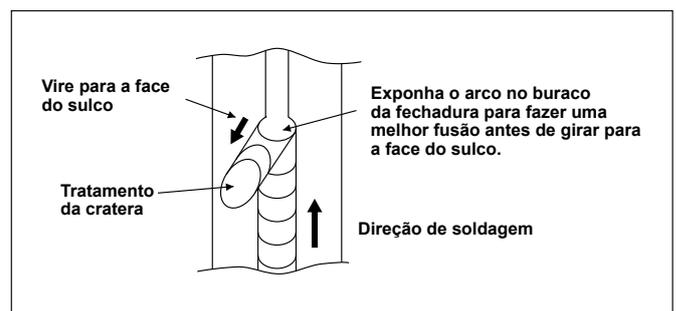

Fig. 6 — Como terminar a cratera de soldadura para evitar que a cratera fique rachada.
(3) Terminar a cratera na face do sulco para evitar a fissura da cratera - Fig. 6.